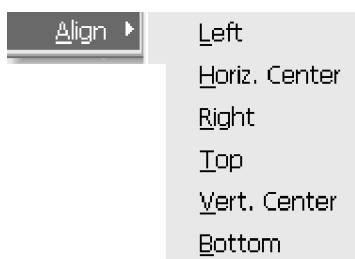

图 2-39 Layout 命令的下拉菜单
(6) Layout: 提供绘制元器件符号的布局操作,其下拉菜单如图 2-39 所示。